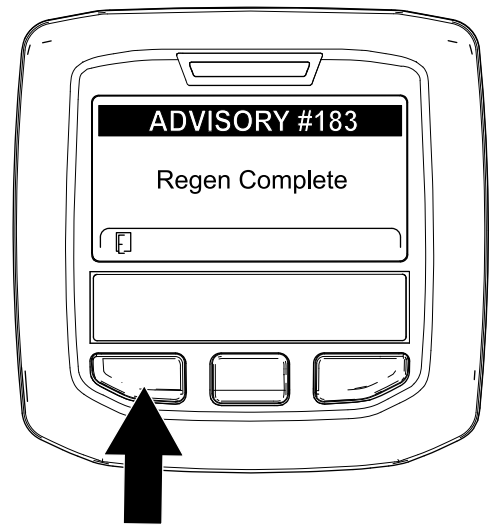

Figura 56
9. Cuando el ordenador del motor finaliza una regeneración con la máquina aparcada o una regeneración de recuperación, el InfoCenter muestra ADVISORY #183 (Aviso n.º 183) (Figura 56). Pulse el botón de la izquierda para salir a la pantalla de inicio.